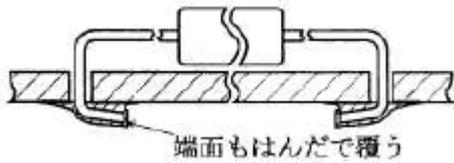
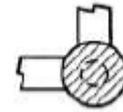

図 18
図 19
#### ⑦部品端子の線材接続部は、穴あきのないようにはんだ付けすること。（図 18、図 19）